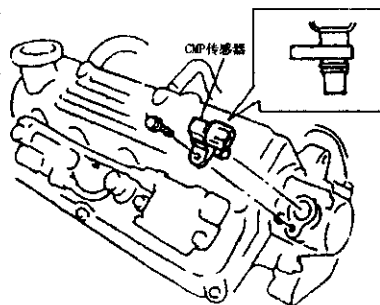

图 2-84 拆下凸轮轴位置传感器
- (1) 拆下蓄电池负极电线。
- (2) 从凸轮轴位置传感器上断开插接件。拆下凸轮轴位置传感器。如图 2-84 所示。
- (3) 检查凸轮轴位置传感器及信号转子,有无损伤。
- (4) 拆下凸轮轴位置传感器箱和缸盖罩。转动曲轴,使飞轮上的“V”记号与变速器上的“O”记号对齐。保证压缩上止点位置,检查